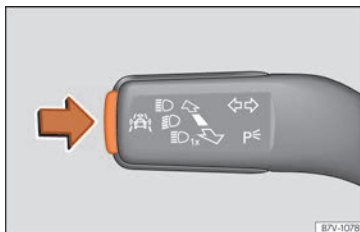

Fig. 83 Sur le levier des clignotants et des feux de route : touche des systèmes d'aide à la conduite.
- Appuyez brièvement sur la touche **>>> fig. 83** pour ouvrir le menu **Assistants**.